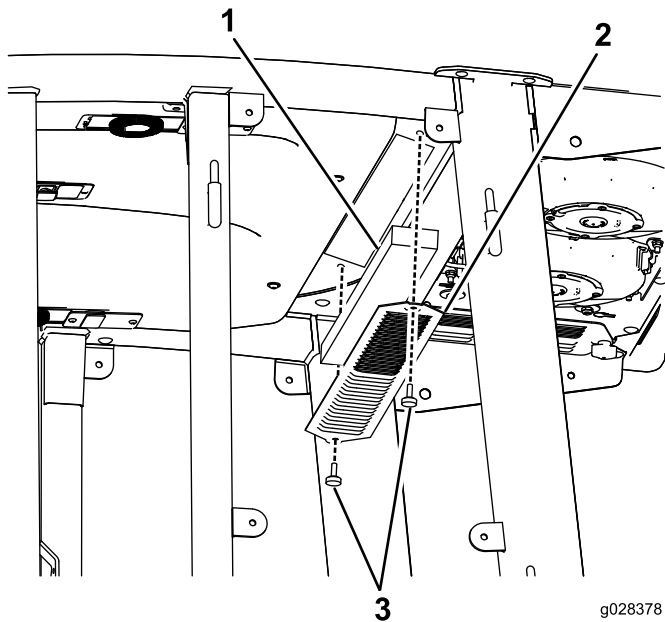

図 55
1. 室内用と後部用のエアフィルタからねじを外して格子を外す 図 55。